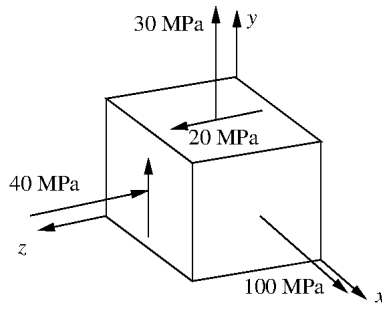

Figura 2
4. Verifique, pelos critérios da máxima tensão normal e da máxima tensão tangencial, se o estado de tensões representado na Figura 2 é estável. Considere $\sigma_e = 180$ MPa.